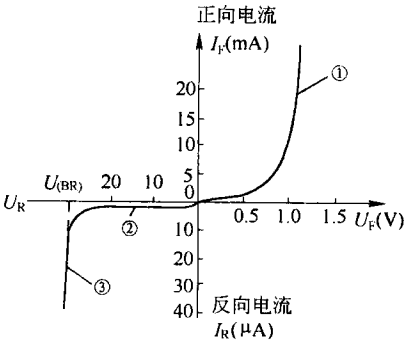

图 1-9 二极管的伏安特性
二极管的伏安特性是指通过二极管的电流与其两端的电压之间的关系。如图 1-9 所示。下面对二极管的伏安特性分三部分来分析。
当外加电压超过一定电压数值 U_T 时，外电场大大抵消了内电场，二极管的电阻变得很小，正向电流 I_F 随外加电压的增加而显著增大，如图 1-9 第①段所示。当二极管完全导通后，正向压降基本维持不变，称为二极管的正向导通电压或门坎电压，一般硅管为 $0.7V$ ，锗管为 $0.3V$ 。
二极管加反向电压，即高电位接在二极管的阴极，低电位接在二极管的阳极。此时外电场与内电场方向一致，只有少数载流子的漂移运动，形成反向电流 I_R ，如图 1-9 第②段所示。反向电流 I_R 极小，一般硅管为几微安以下，锗管较大，几十到几百微安。这种特性称为反向截止特性。
当外加反向电压增大到一定数值时，外加电场过强，可能破坏共价键而把价电子拉出，使电子的数目剧增；强电场也可能引起电子与原子碰撞，产生新的电子空穴对，而引起载流子的数目急剧上升。这都将使反向电流突然剧增，这种现象称二极管反向击穿，击穿时对应的电压称为反向击穿电压 U_{BR} 。如图 1-9 第③段所示。普通二极管发生反向击穿后，将会因电流过大使管子过热而造成永久性损坏，这种现象叫做热击穿。